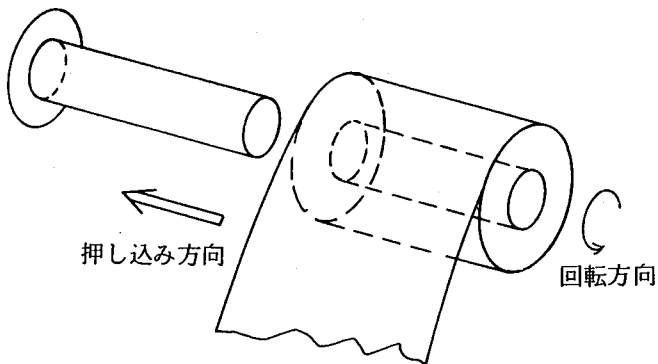

図7-15
- ② 次に記録紙収納ケースを取り出しアダプタ本体
①を入れます。
- ③ 位置決めピン⑤と本体にある穴をあわせて取付ネジ⑦でアダプタ本体を固定して下さい。
(3) 記録紙の装填
- ① 記録紙を図7-15の様にストックローラ④のツバに当るまで押し込みます。
- ② 残量プレート②を使用する記録紙幅の表示位置までスライドさせてセットします。
- ③ ストックローラ（記録紙）④のツバが左側になるようにストックローラ構③にあわせ、完全に止まるまで押し込みます。
- ④ この後は、記録器本体のペーパーガイドボス、プレッシャーローラ、テンションプレートを各々使用する記録紙幅の表示位置までスライドさせてセットします。
- ⑤ 記録紙を引き出し送りローラにのせ記録紙収納蓋を完全にロックするまで確実に閉じて下さい。